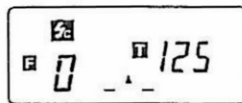

Fig. 21
- Appuyer sur le sélecteur de mode pour passer à ce mode (Fig. 21).